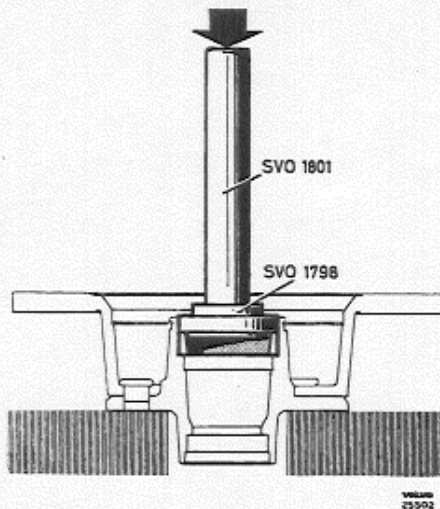
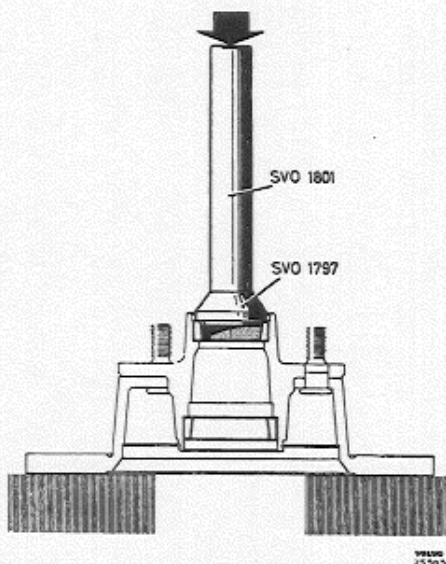

Abb. 20 Einbau des inneren Lagerrings
Abb. 21 Einbau des äußeren Lagerrings
7. Die neuen Lagerringe einpressen. Außer Standardschaft SVO 1801 ist für den Ring des inneren Lagers Dorn SVO 1798 (Abb. 20) und für den Ring des äußeren Lagers Dorn SVO 1797 (Abb. 21) zu verwenden.